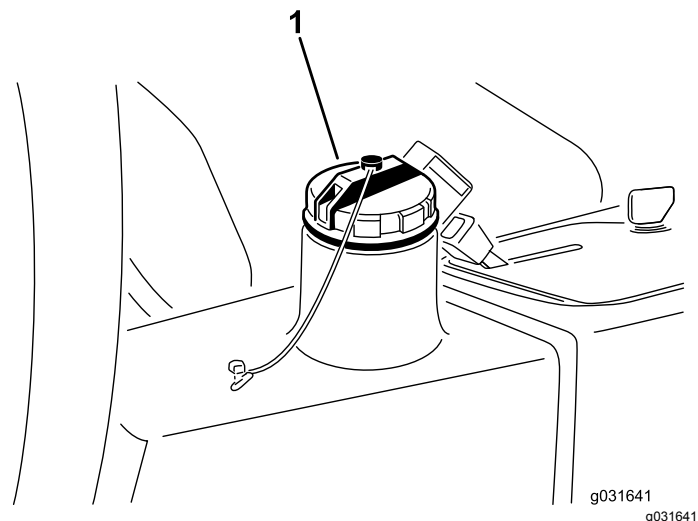

**Figure 59**
2. Débranchez la conduite hydraulique ou enlevez le filtre hydraulique et laissez couler l'huile dans un bac de vidange (Figure 61 et Figure 59).
3. Rebranchez la conduite hydraulique quand la vidange est terminée (Figure 59).